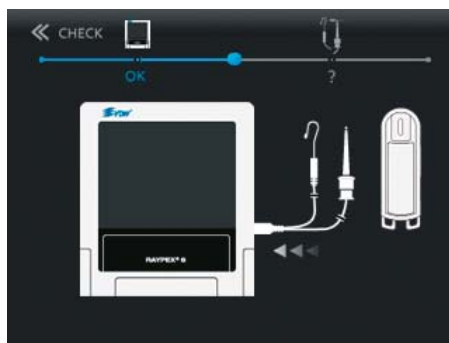

Fig. 32 Connexion du câble de mesure
- Connectez le câble de mesure à l'appareil (Fig. 32).